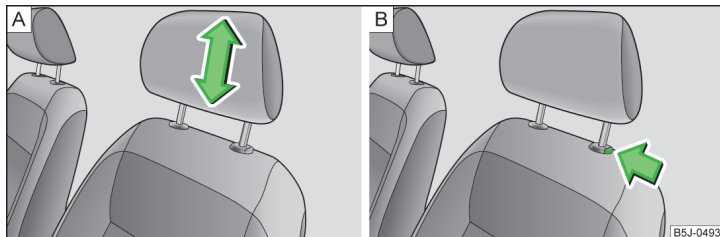

Fig. 62 Poggiatesta: Montaggio/Smontaggio
- Afferrare il poggiatesta lateralmente con le due mani e quindi farlo scorrere verso l'alto per la distanza desiderata » fig. 62 - A.
- Se si desidera fare scivolare verso il basso il poggiatesta, premere con una mano il tasto di sicurezza » fig. 62 - B e mantenerlo premuto, mentre l'altra mano sposta il poggiatesta verso il basso.
- Premere il tasto sicurezza nella direzione indicata dalla freccia » fig. 62 - B ed estrarre il poggiatesta.